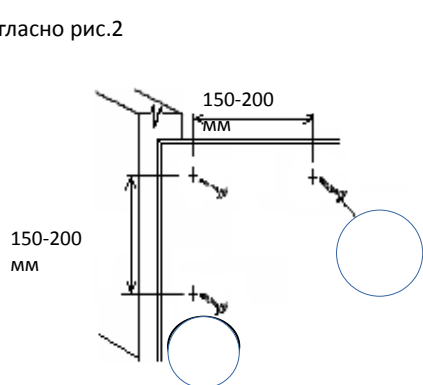

Рис.2 Крепление задней стенки
1. Прикрепить к боковинам (1, 2) подпятники (22) гвоздями (28) на расстоянии 30-40 мм от края щита.
2. Собрать нижние боковины (1,2), полку соединительную(7) и царги (9) с помощью винтов-конфирматов (21). К собранной нижней части соединить верхние боковины (11,12) с помощью стяжек эк центриковых (5). Верх шкафа (8) соединить с помощью винтов-конфирматов (21)
3. Соединить две задние стенки (10) профилем (13). При креплении задних стенок выверить прямоугольность корпуса шкафа (равные диагонали). Закрепить задние стенки (10) к корпусу шкафа согласно рис.2